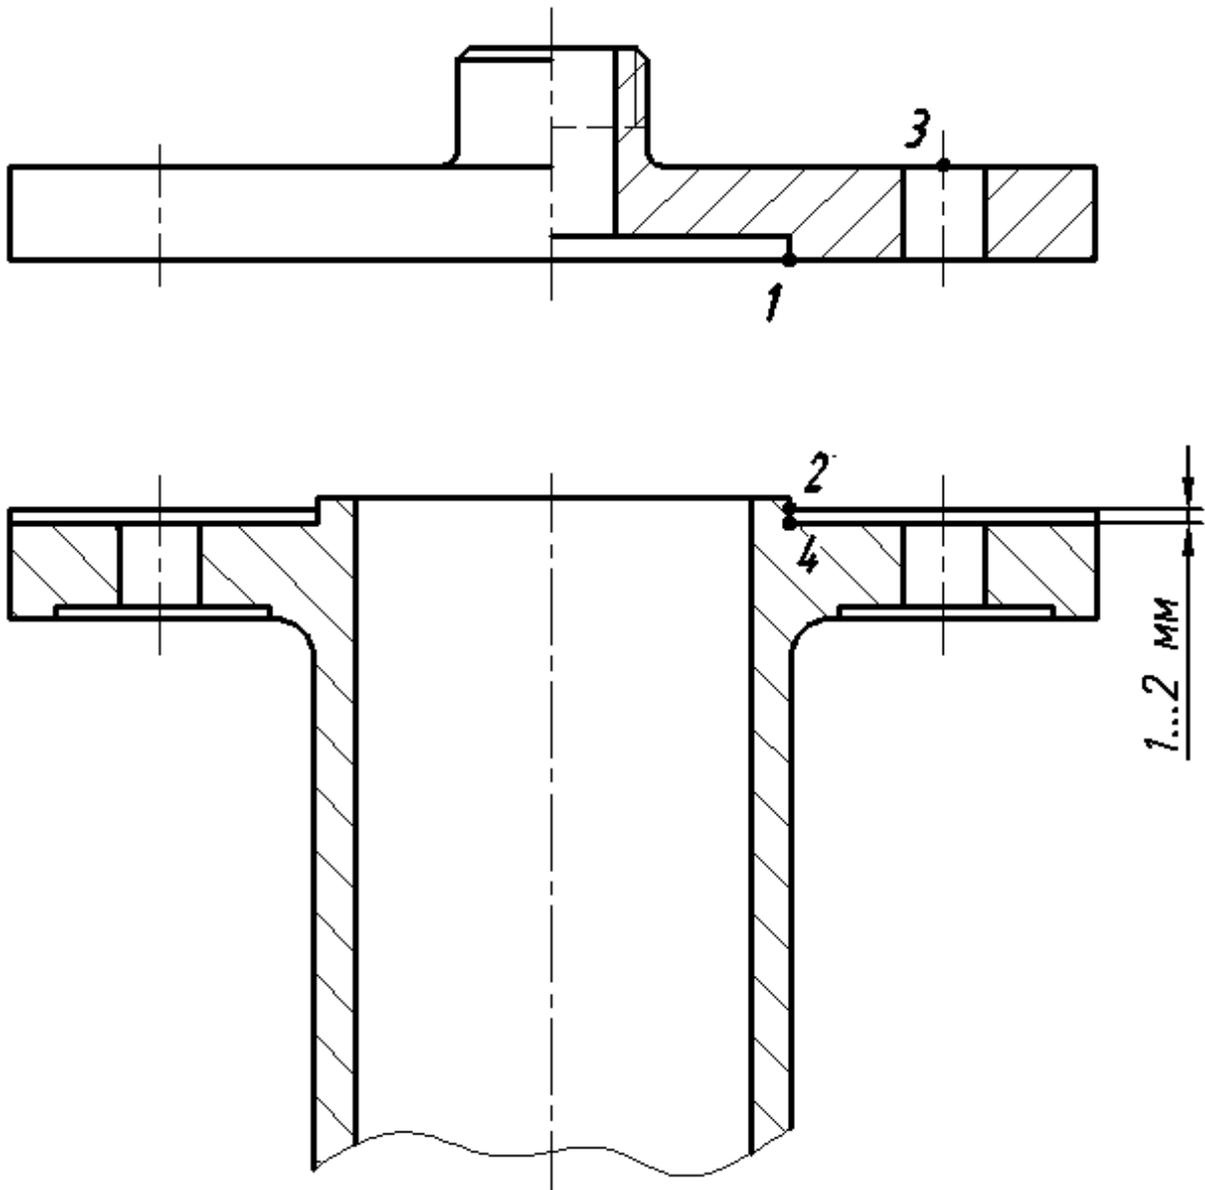
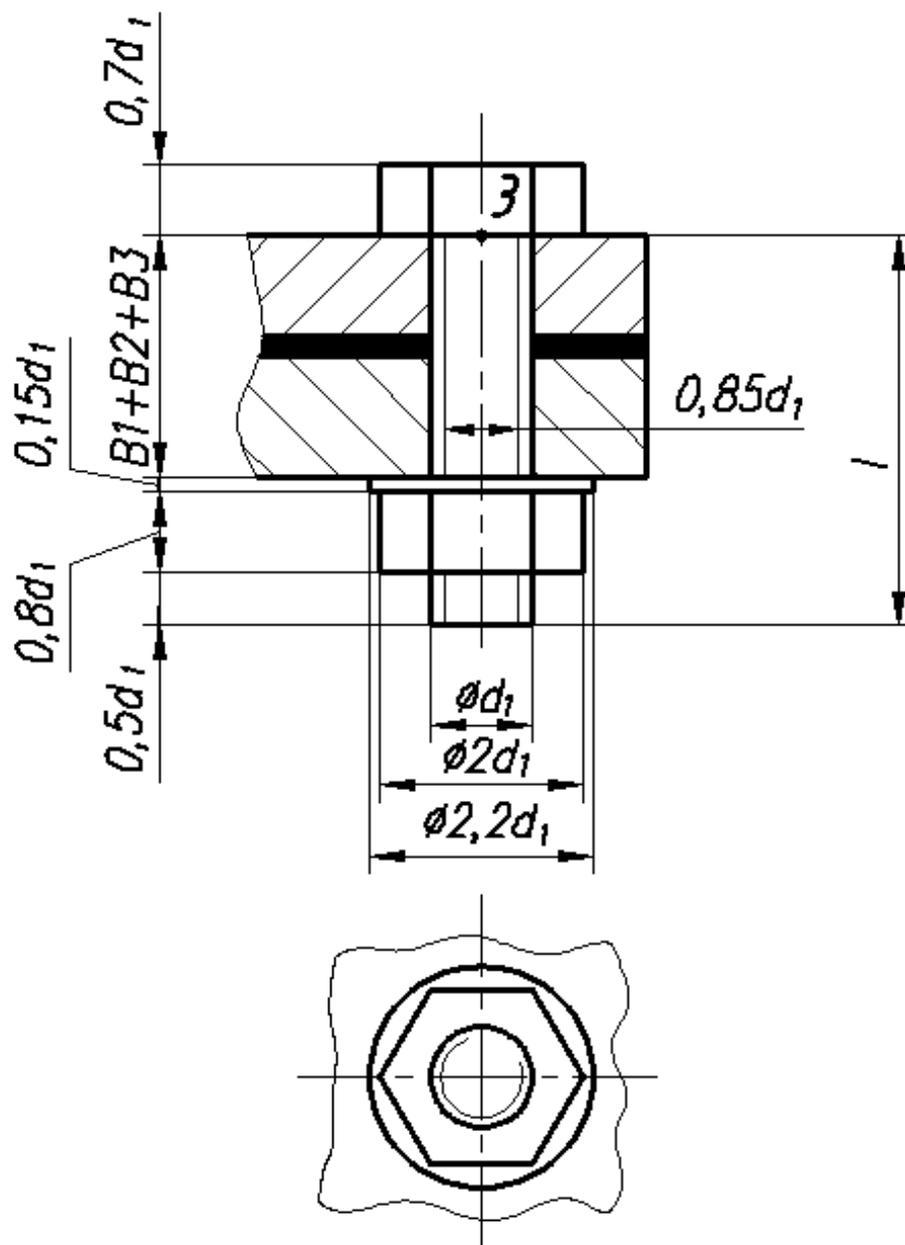

Рис. 11.1. Совмещение изображений корпуса с крышкой
Рис.11.2. Упрощенное изображение болтового соединения по ГОСТ 2.315–68.
- 5.2. С помощью команды *Копировать с базовой точкой (Copy with base point)*, вызываемой из меню панели управления *ПРАВКА (EDIT)*, скопировать изображение крышки в буфер обмена. В качестве базовой точки указать точку 1 (рис. 11.1)
- 5.4. С помощью команды *Вставить (Insert)* из меню панели управления *ПРАВКА (EDIT)* вставить изображение крышки. В качестве точки вставки указать точку 2 (рис. 11.1). Точка 2 смещена в осевом направлении от точки 4 на величину толщины прокладки (1–2 мм), предусмотренной между корпусом и крышкой.
7. Вычертить упрощенное изображение соединения болтом по относительным размерам (рис. 11.2) и перенести его до совмещения с точкой 3 на рис.11.1.
Приведены условные обозначения на рис. 11.2.